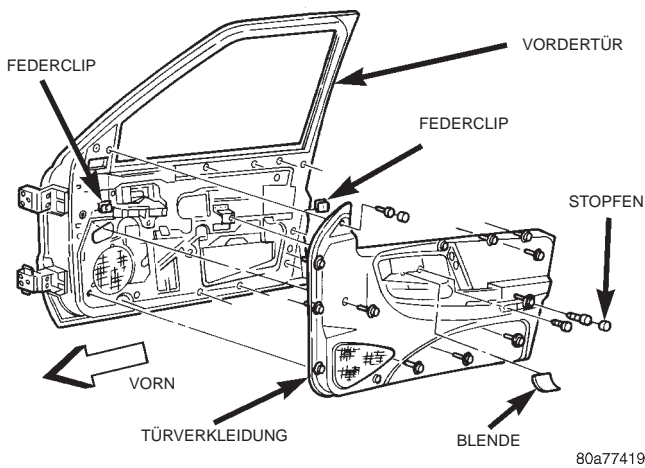

Abb. 6 Türverkleidung vorn aus- und einbauen
- (1) Batterie-Minuskabel abklemmen und isolieren.
- (2) Die Blende in der Nähe des Türöffnungsgriffs an der Türverkleidung abbauen. Hierzu einen Schraubendreher mit gerader Klinge in das gekerbte Ende der Blende einführen und vorsichtig nach oben hebeln.
- (3) Die Schraube hinter der Blende lösen, mit der die Türverkleidung am Türinnenblech befestigt ist (Abb. 6).